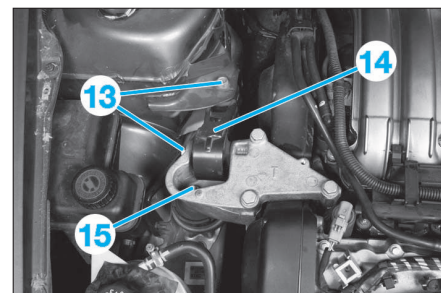
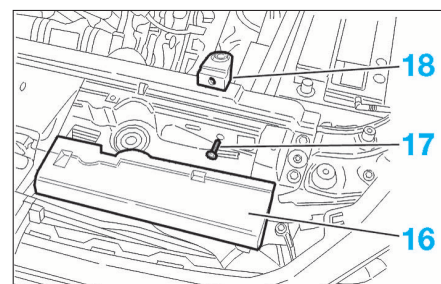

FIG. 97
FIG. 98
- les vis (13) (Fig.97).
- la biellette (14).
- la vis (15).
- les caches (16) (Fig.98) (des 2 côtés).
- les vis (17).